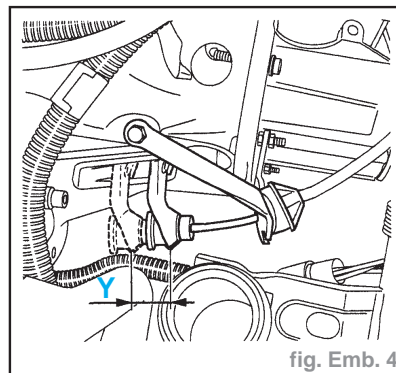

fig. Emb. 4
- Tirer sur la fourchette en (A) (fig. Emb. 4) :